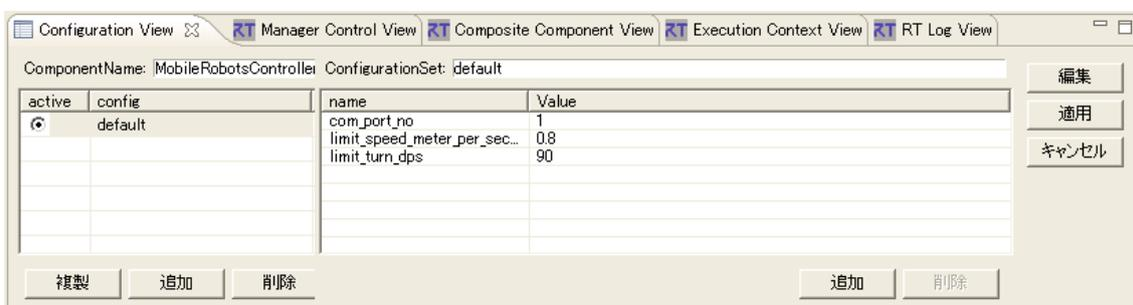

図 5. コンフィグレーションの設定
- (ク) RT System Editor 上で MobileRobotsController コンポーネントを選択すると, ConfigurationView に図 5 のように表示されます。ここでロボットと接続している COM ポート番号と” com_port_no” が同一になっていることを確認し、異なっている場合は同一になるよう Value を変更し、『適用』ボタンを押すことで値を変更してください。